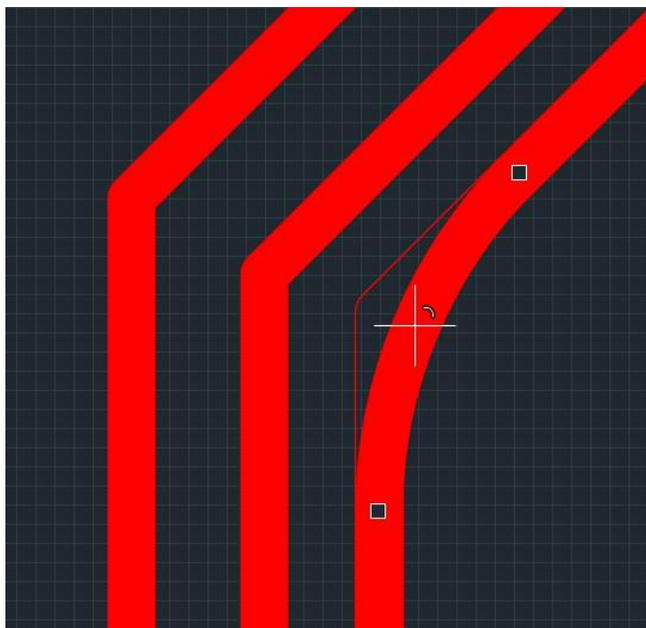

Рис. 285 Отображение (допустимого) скругления вершины трека
3. Наведите курсор на вершину, в которой необходимо применить инструмент. Система автоматически отобразит измененный вид трека, который будет получен после применения инструмента, см. Рис. 285.